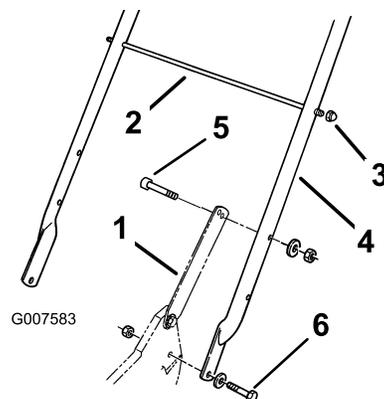

Bild 3
Sicherungsmuttern (5/16 Zoll) außen am Rasenmähergehäuse (im unteren Loch) (Bild 3).
2. Befestigen Sie die Griffriegel mit 2 Schrauben (5/16 x 1-1/2 Zoll), Scheiben und Sicherungsmuttern (5/16 Zoll) am Griff (Bild 3).
- Schieben Sie die Korbstützstange durch das zweite der oberen Befestigungslöcher im Griff und befestigen Sie jede Seite mit einer Sicherungsmutter (Bild 3).